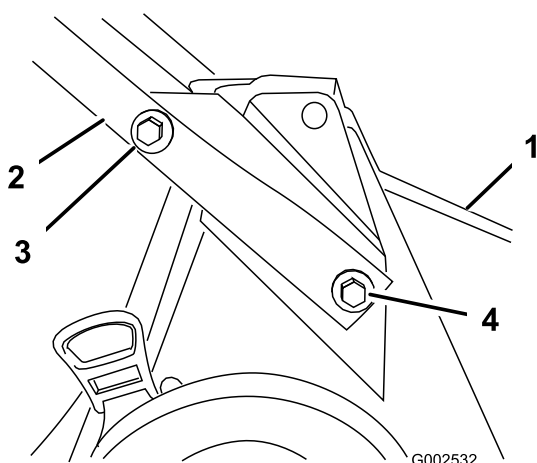

Figura 3
1. Montate la sezione inferiore della stegola sulla scocca del tosaerba con due bulloni (5/16 x 7/8"), 2 bulloni (5/16 x 1-1/2 inches), 4 rondelle e 4 dadi di bloccaggio (Figura 3).